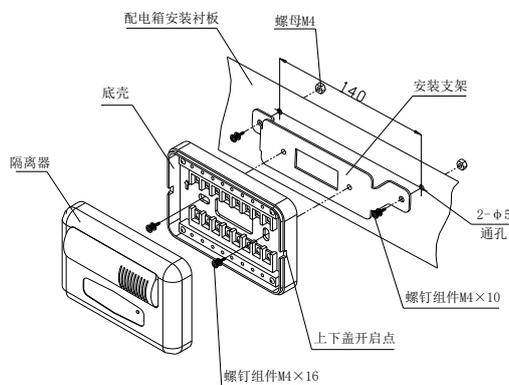

图 2 安装示意图
4. 将固定支架安装孔对准衬板通孔，将 M4×10 螺钉组件穿入，在衬板背部用螺母拧紧（如果衬板上为螺纹孔，可直接用螺钉紧固），安装示意图如图 2 所示。
安装孔：用于固定底壳，两安装孔中心距为 65mm，如图 2 所示。